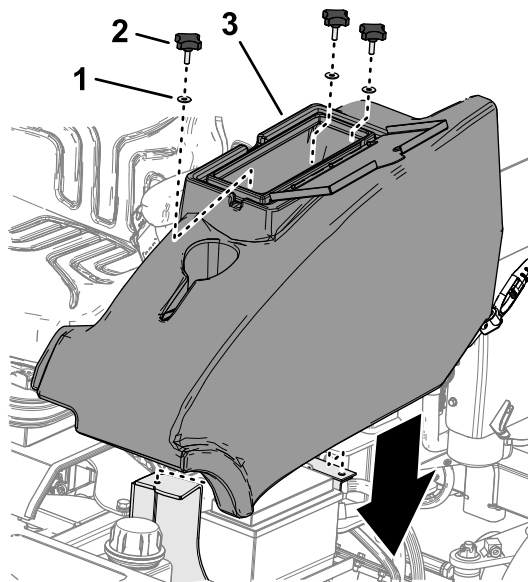

Figura 49
2. Montate il vano portaoggetti alla macchina con le 3 manopole e le 3 rondelle (Figura 49).